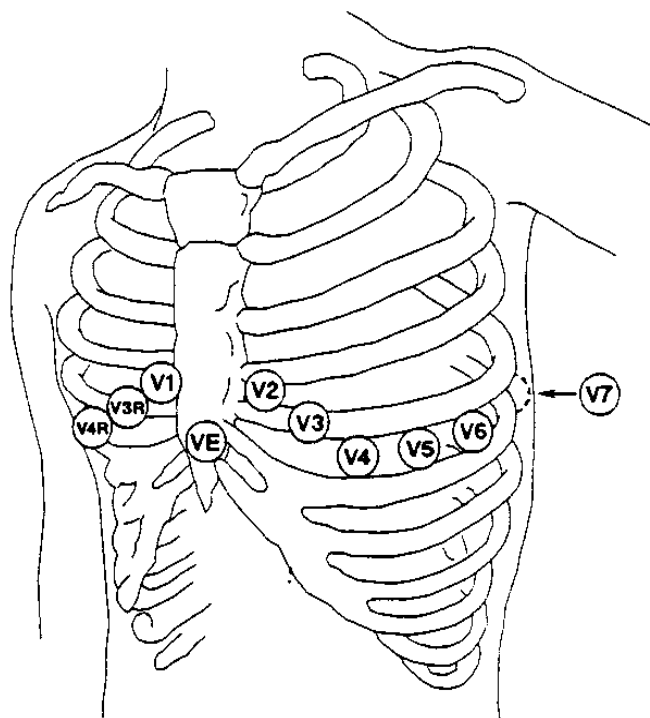

Figura 8-3 Posizionamento dell'elettrodo C per set a 5 derivazioni
- Elettrodo rosso (R) - Da posizionare vicino alla spalla destra, direttamente sotto la clavicola.
- Elettrodo giallo (L) - Da posizionare vicino alla spalla sinistra, direttamente sotto la clavicola.
- Elettrodo nero (N): da posizionare sull'ipogastrio destro.
- Elettrodo verde (F): da posizionare sull'ipogastrio sinistro.
- Elettrodo bianco (C) - Da posizionare sul torace come illustrato nella Figura 8-3
Per il set a 5 derivazioni, collegare l'elettrodo C in una delle posizioni indicate come di seguito (Figura 8-3):